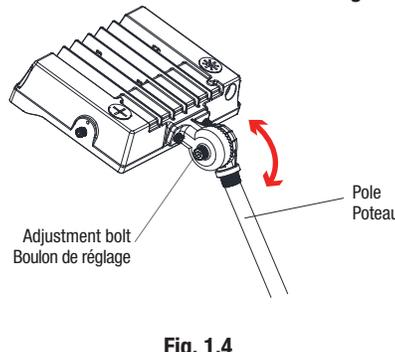

Fig. 1.4
5. Install the luminaire to a pole with a NPT 1/2" adjustable knuckle mount (Fig. 1.4).
6. Adjust the arm (the arm allows you to choose the necessary light direction and to set the desired angle of a lighting fixture)(Fig. 1.4):
6. Installer le luminaire sur un poteau avec une tête de branchement réglable NPT 1/2"(Fig. 1.4).
6. Ajuster le bras (le bras vous permet de choisir l'orientation du faisceau lumineux et de régler l'angle voulu pour l'appareil d'éclairage)(Fig. 1.4):